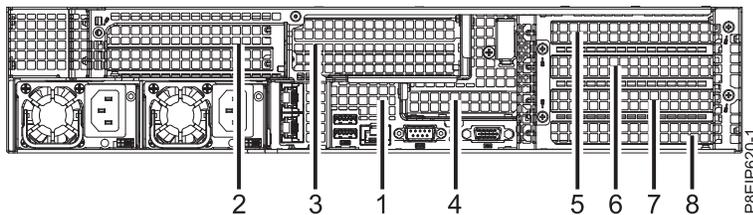

Abbildung 26. Positionen der PCIe-Adapter - System vom Typ 8001-22C
2. Die PCIe-Riserkarte eines GPU-Adapters kann gemeinsam mit anderen Adaptern genutzt werden. Die Grafikprozessoren können sich in den Positionen 3 und 5 befinden. Siehe Abb. 26.